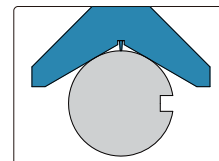

fig.1
---Ajuste la superficie en forma de V del medidor de profundidad al borde cilíndrico completo de la pieza de trabajo sometida a prueba (fig. 1).